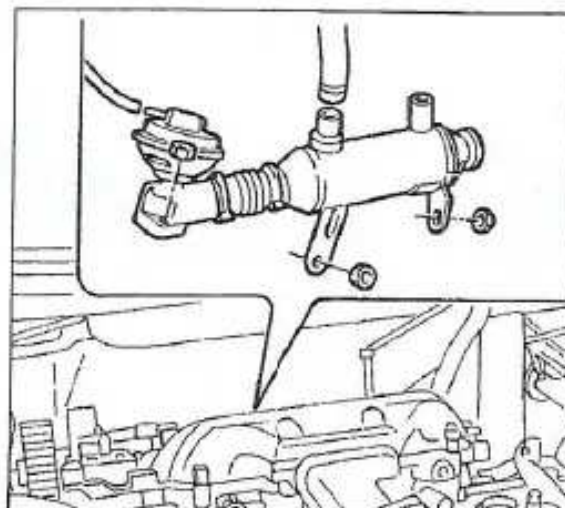

FIGURA 1-23
- el conjunto electroválvula EGR-intercambiador de calor (figura 1-23).